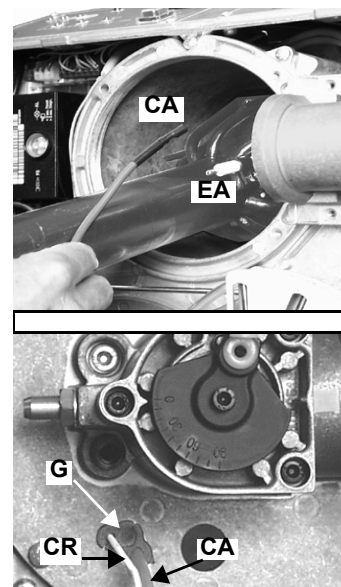

Fig. 32
- 2 Quite el conector CR del electrodo de detección (Fig. 32).
- 3 Desconecte el cable CA del electrodo de encendido EA (Fig. 32) y extraígalo por el orificio de la brida de soporte del cabezal, quitando la junta G (Fig. 32).